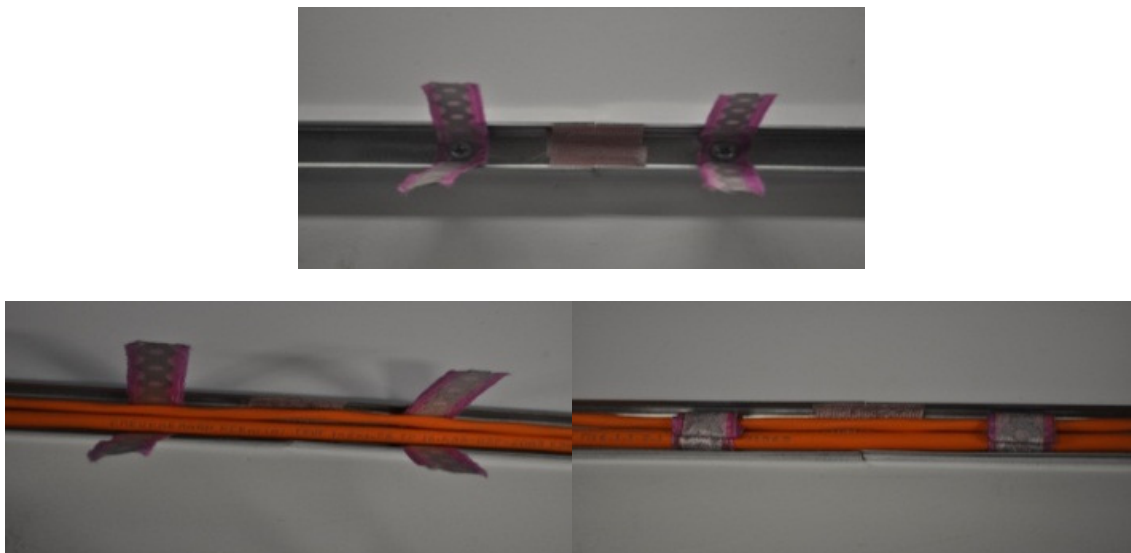

Рис. 6. Порядок монтажа ККМО
6.1.5 Кабель (кабели) укладываются в ККМО свободно и фиксируются внутри него лентой хомута как показано на рис. 6 не допуская механических повреждений оболочки кабеля. При прокладке и монтаже кабелей необходимо соблюдать требования к минимально допустимому радиусу изгиба кабеля. Для исключения повреждения оболочки и изоляции жил кабеля в месте ввода/выхода кабеля в/из кабель-канала необходима дополнительная защита кабеля лентой термостойкой ЛТ «Гефест».